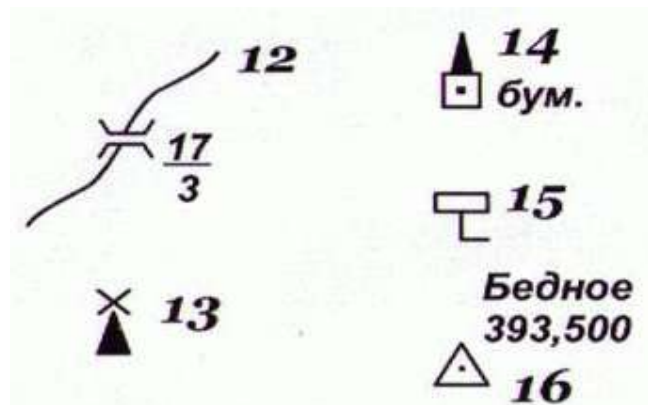

Рис. 65 Внемасштабные условные знаки
3. Внемасштабные условные знаки (рис. 65) служат для изображения объектов, размеры которых не выражаются в данном масштабе карты или плана (мосты, километровые столбы, колодцы, геодезические пункты). Как правило, внемасштабные знаки определяют местоположение объектов, но по ним нельзя судить об их размерах. На знаках приводятся различные характеристики, например, длина 17 м и ширина 3 м деревянного моста 12, отметка 393,500 пункта геодезической сети 16.